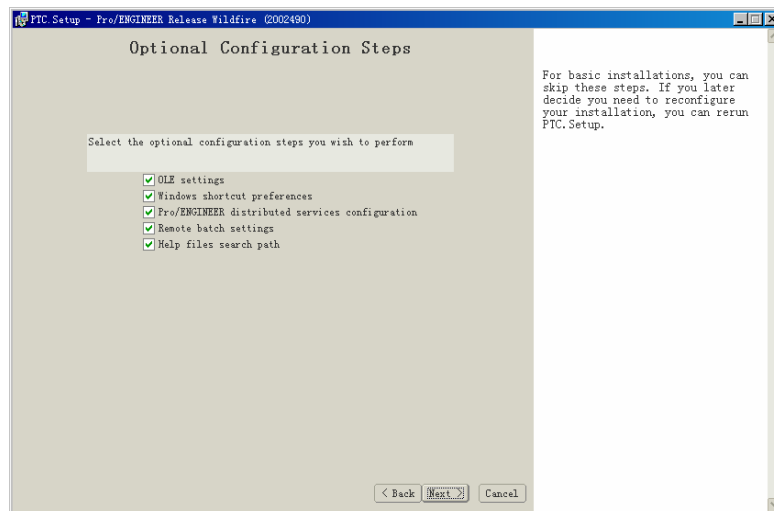

图 1.7 设定可选择的运行环境
(7) 在如图 1.7 所示的对话框中可以选择程序执行时自动执行或自行设置的操作。
在如图 1.7 所示的对话框中包含如下 5 个复选框。